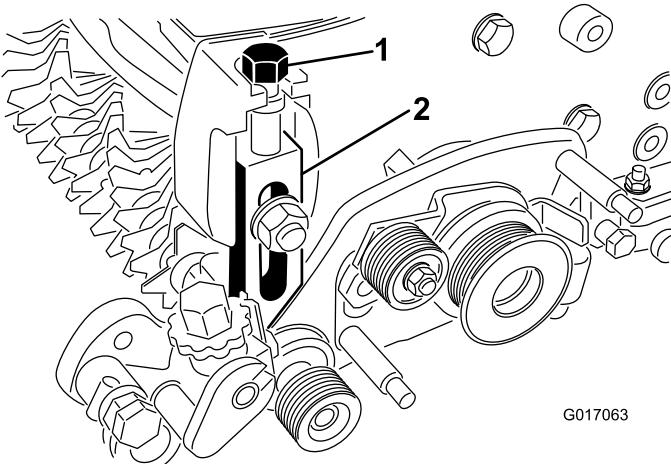

Figura 10
21. Avvitate la vite di regolazione dell'altezza di taglio nella parte superiore del gruppo del braccio regolatore sinistro (Figura 10).
22. Installate il gruppo braccio regolatore sinistro sul piatto laterale dell'apparato di taglio utilizzando il bullone della lama, il dado e la nuova rondella in dotazione. Assicuratevi che l'estremità dell'asta del gruppo del braccio dell'altezza di taglio si inserisca nella boccola nel foro del gruppo di rotazione del groomer (Figura 10).
25. Avvitate la vite di regolazione dell'altezza di taglio nella parte superiore del gruppo del braccio regolatore destro (Figura 10).
27. Installate il gruppo braccio regolatore destro sul piatto laterale dell'apparato di taglio utilizzando il bullone della lama, il dado e la nuova rondella in dotazione (Figura 10).